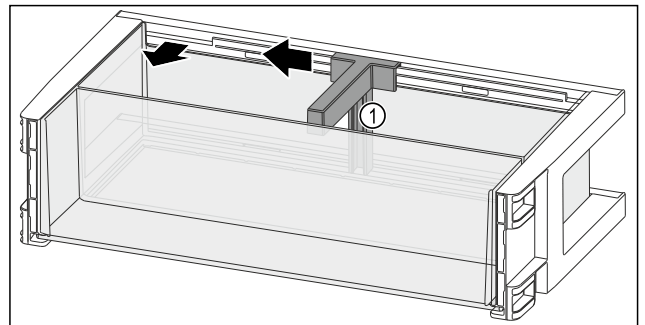

Fig. 90
- ▶ Flaschenhalter Fig. 90 (1) bis zur Aussparung zur Seite schieben.
- ▶ Flaschenhalter Fig. 90 (1) entnehmen.